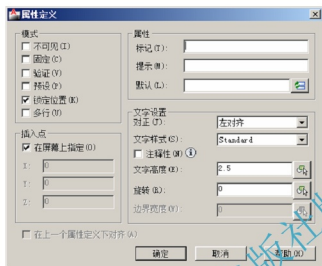

图 7-8 【属性定义】对话框
以上操作弹出【属性定义】对话框，如图 7-8 所示。
(1) 【模式】选项组：用于设置属性的模式。实际使用时，该选项组默认如图 7-8 所示的设置。
① 【标记】文本框：输入属性标记。系统自动将小写字母转换为大写字母。
② 【提示】文本框：输入插入包含该属性定义的块时系统在命令行中将显示的提示内容；如果不输入提示，属性标记将用作提示。
③【默认】文本框：输入默认属性值，也可以不输入。